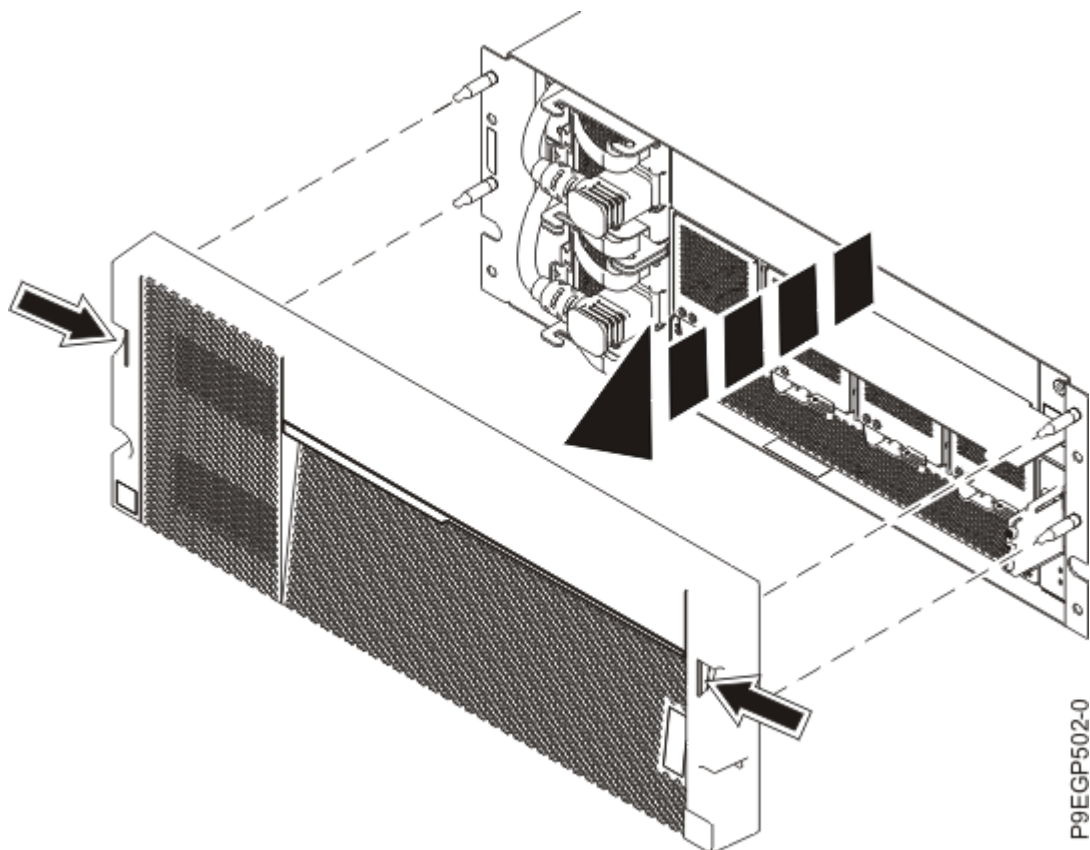

Figura 8. Removendo a tampa e o cartão de informações de serviço
- b. Usando os dois pontos de contato azuis em cada lado da gaveta, puxe o painel para fora para removê-lo da frente da gaveta, conforme mostrado em Figura 8 na página 13.